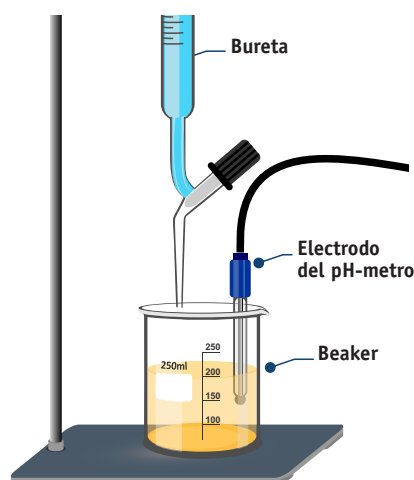

Figura 2: Método de titulación potenciométrica
La valoración ácido-base también puede ser potenciométrica (Figura 2). El fundamento de la técnica radica en el potencial eléctrico que se genera por el desequilibrio de carga a través de cualquier material. Se utiliza un electrodo de vidrio en el que la concentración de protones (iones H^+) es constante (electrodo de referencia), y la concentración exterior está determinada por la concentración, o actividad, de los protones en la solución del analito. Esta diferencia de concentración produce la diferencia de potencial que medimos con un pH metro.⁴
- Realice el montaje de la bureta previamente lavada y purgada con NaOH 0,1 N (disolución estandarizada) (Figura 2).